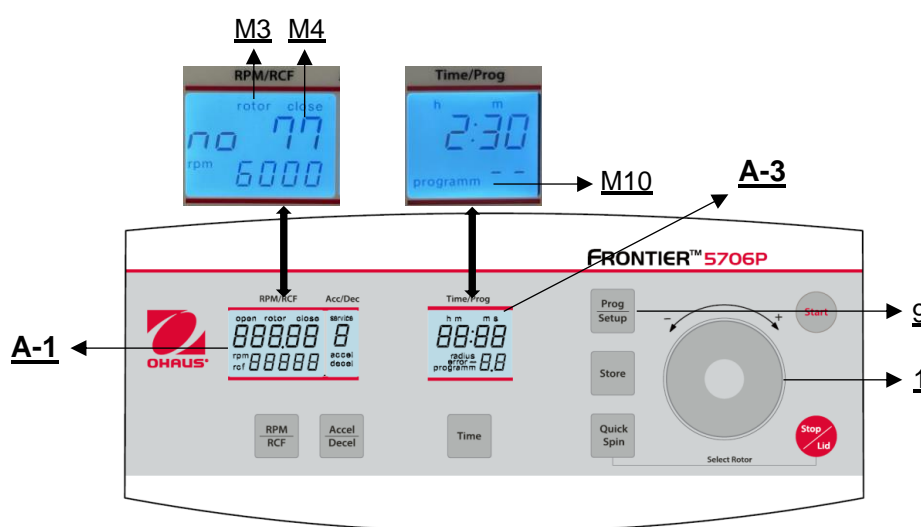

Figure. 24
Pour rappeler les programmes mémorisés, appuyer sur la touche **"Prog/Setup"** (9) (voir Figure 24) alors que le couvercle est déjà fermé. Dans l'affichage **"Time/Prog"** (A-3), **"programm--"** (M10) apparaît. Le numéro de programme souhaité peut être présélectionné à l'aide de la molette (1).
Pour quitter le mode programme, il suffit d'appuyer sur la touche **"Prog/Setup"** (9) (voir Figure 24). Ensuite, à l'intérieur de l'écran
**En appuyant sur "Time/Prog" (A-1)**, le mot **"programm"** (M10) apparaît. Régler l'affichage sur **"programm--"** (M10) à l'aide de la molette (1).